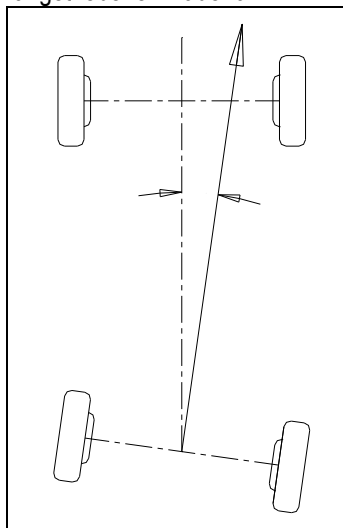

Abb.1.6
- Hinterrad, angetrieben: Der Druckwinkel gleicht der Hälfte der Vorspurdifferenz zwischen den beiden Hinterrädern. Wie in Abb.1.6. gezeigt.